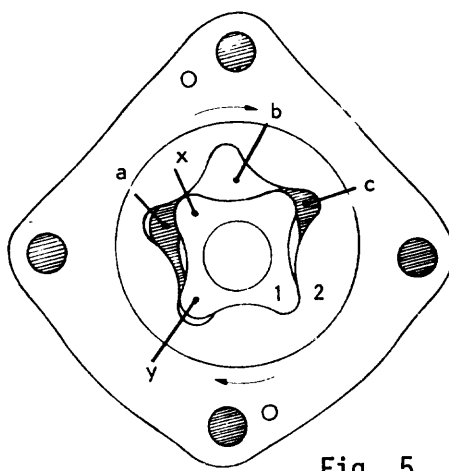

Fig. 5
*FUNCIONAMIENTO DE LA BOMBA* (fig. 5)